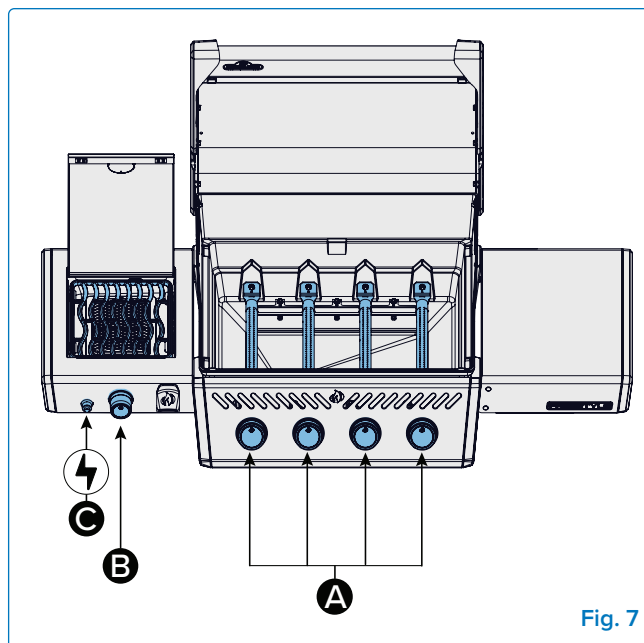
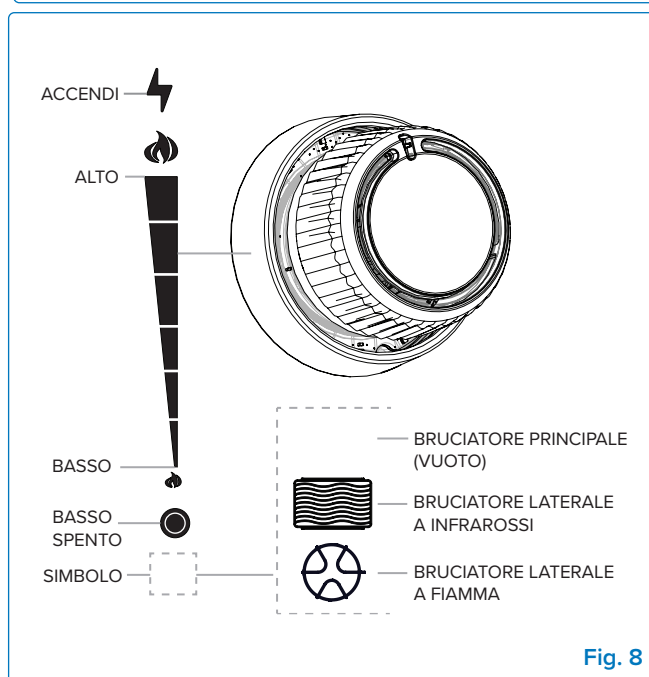

Fig. 7
Fig. 8
1. Aprire il coperchio della griglia (**Fig. 7**).
2. Premere e ruotare lentamente una qualsiasi manopola del bruciatore principale in senso antiorario fino alla posizione ALTA finché la spia non si accende. Continuare a premere la manopola di controllo finché il bruciatore non si accende e poi rilasciare (**Fig. 7-A, Fig. 8**).
2. Premere e ruotare lentamente la manopola del bruciatore laterale in senso antiorario fino alla posizione ALTA finché la scintilla non accende il bruciatore. (**Fig. 7-B, Fig. 8**).
2. Premere e ruotare lentamente la manopola del bruciatore laterale in senso antiorario fino alla posizione ALTA (**Fig. 7-B, Fig. 8**).
3. Premere e tenere premuto il pulsante di accensione finché il bruciatore non si accende, oppure accendere con un fiammifero (**Fig. 7-C**).